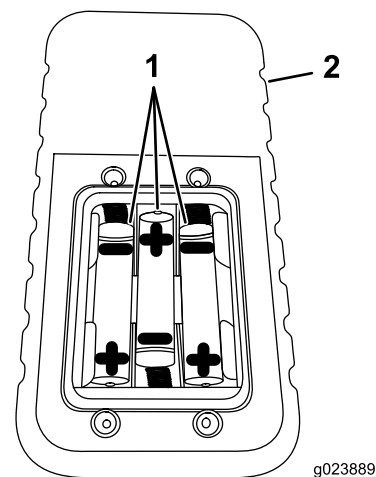

Рисунок 59
4. Установите три новых элемента питания типа AAA, расположив их так, как показано на Рисунок 59.
4. Установите три новых элемента питания типа ААА, расположив их так, как показано на Рисунок 59.